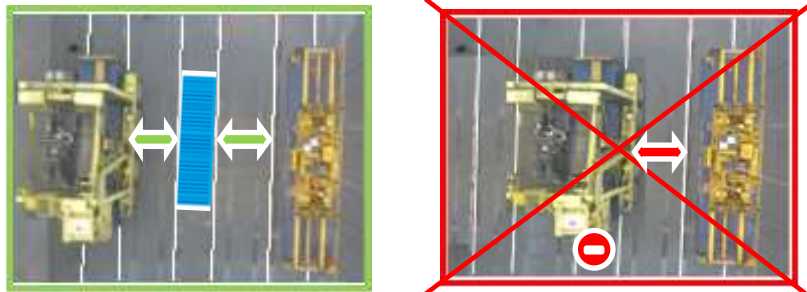

Fig. 3 – Posities kraanspreader en SC
- Indien de kraanspreader zich tussen de poten bevindt, mag de SC onder de kraan rijden om een container te behandelen als er **minstens 1 containerspoor** wordt gelaten **tussen de kraanspreader en het te behandelen containerspoor** door de SC. De SC mag niet onder de kraan op het containerspoor naast de kraanspreader komen gereden (zie fig. 3).